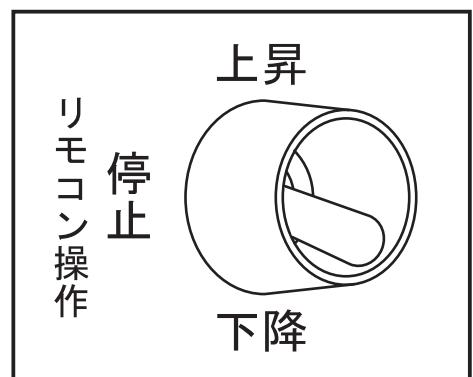

図6
13. トグルスイッチのレバーを下に入れると、ソレノイドが働き圧力が解除され、ヘッド部の作動油はレバーを下に入れている間油タンクに戻ります。(図6)